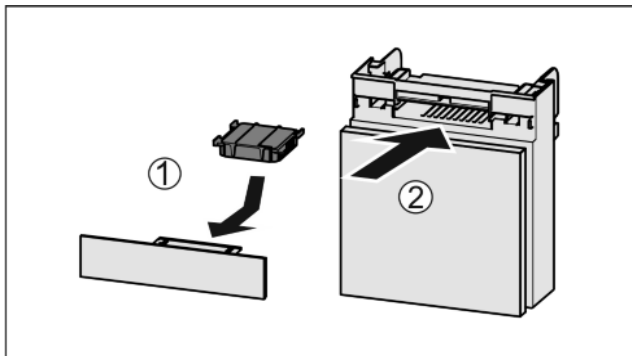

Fig. 34
- ▶ Inserire il vano Fig. 34 (2).